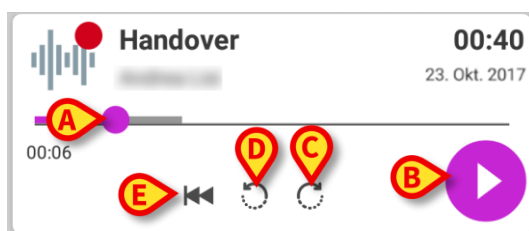
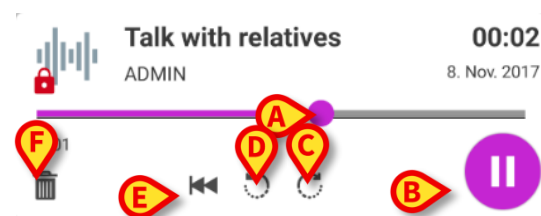
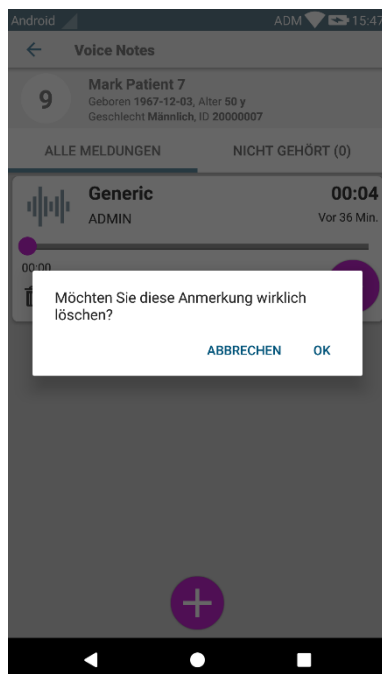

Abb. 93 - nicht gehörte sprachnachricht
Abb. 94 - private nachricht, löschar durch den autor
Abb. 95
Das Viereck wird größer um die Steuerschaltflächen des Audio-Players (Abb. 93 und Abb. 94) anzuzeigen.
- Suchleiste (Abb. 93 und Abb. 94 **A**): berühren Sie das Vorschausymbol und ziehen Sie es nach links oder rechts, um den aktuellen Vorgangsstand einzustellen;
- Wiedergabe der Nachricht (Abb. 93 und Abb. 94 **B**);
- 10 Sekunden nach vorn überspringen (Abb. 93 und Abb. 94 **C**);
- 10 Sekunden nach hinten überspringen (Abb. 93 und Abb. 94 **C**);
- Zurück zum Anfang schalten (Abb. 93 und Abb. 94 **E**);
- Löschen der Nachricht (optional angezeigt - Abb. 94 **F**).
- ❖ Ein Bestätigungssymbol ✓ (an der gleichen Stelle des Symbols Abb. 94 **F**) ermöglicht es bei Vorhandensein, die Nachricht als “gehört” zu markieren. Berühren Sie das Symbol, um die Nachricht als “gehört” zu markieren;
Sprach-Nachrichten werden nach Ablauf ihrer Bestandsfrist automatisch gelöscht. Gelöschte Nachrichten können nicht wieder hergestellt werden. Nur der Autor kann seine/ihre Nachrichten vor der Ablaufzeit durch Anklicken des Symbols 🗑️ löschen, das sich in der erweiterten Anzeige der Nachricht befindet (siehe Abb. 94). Dieser Vorgang erfordert eine Bestätigung (Abb. 95):